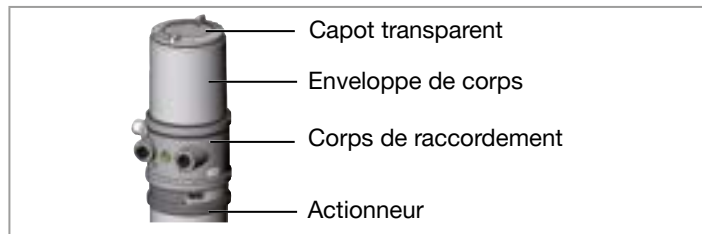

Fig. 13 : Ouvrir tête de commande
- ▶ Pour dévisser et visser le capot transparent, ne pas exercer de contre pression sur l'actionneur de vanne process mais sur le corps de raccordement (voir « Fig. 13 »).